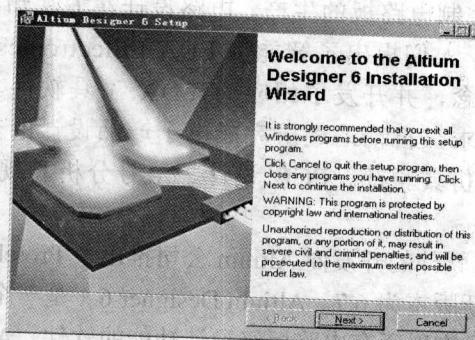

图 1.1 安装向导欢迎窗口
- (1) 打开安装盘，双击“setup”目录下的“setup.exe”文件，弹出如图 1.1 所示的安装向导欢迎窗口。